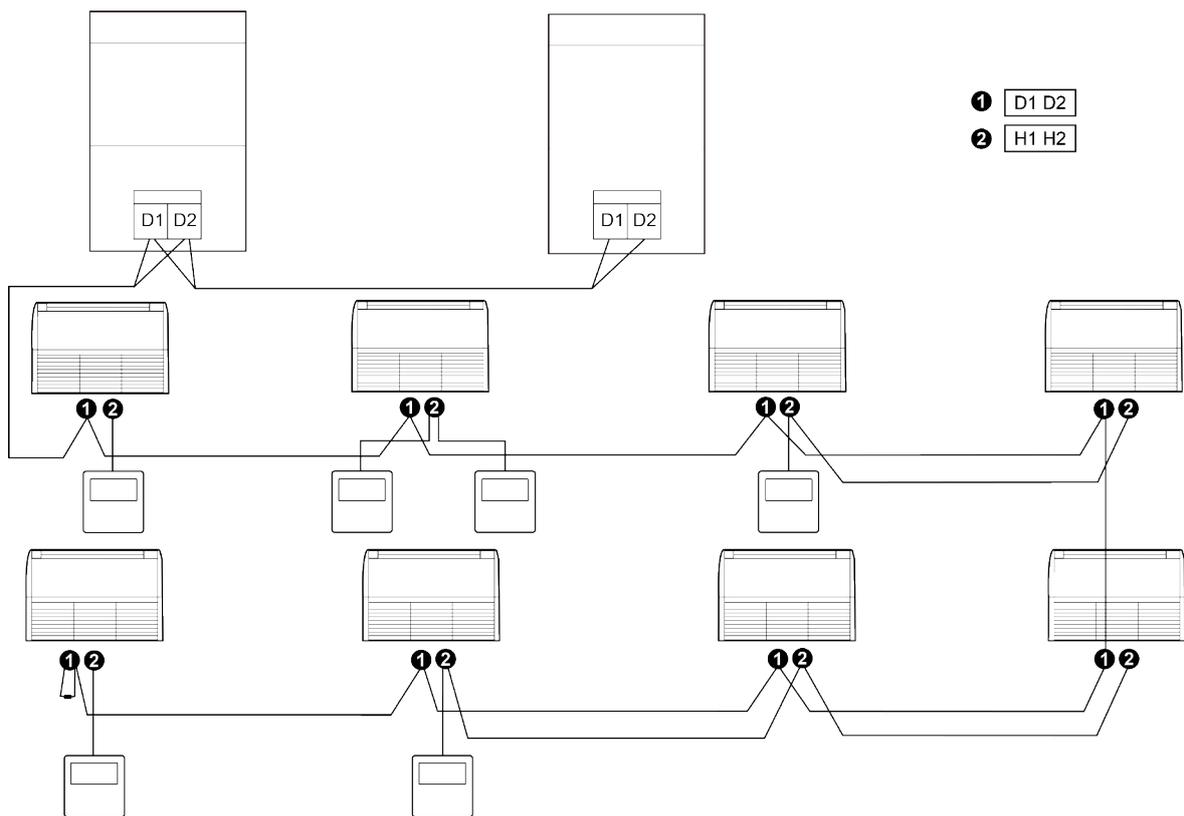

Fig.5.5
- 4 Un contrôleur filaire peut contrôler 16 unités intérieures au maximum en même temps. (comme le montre la Fig.5.5)